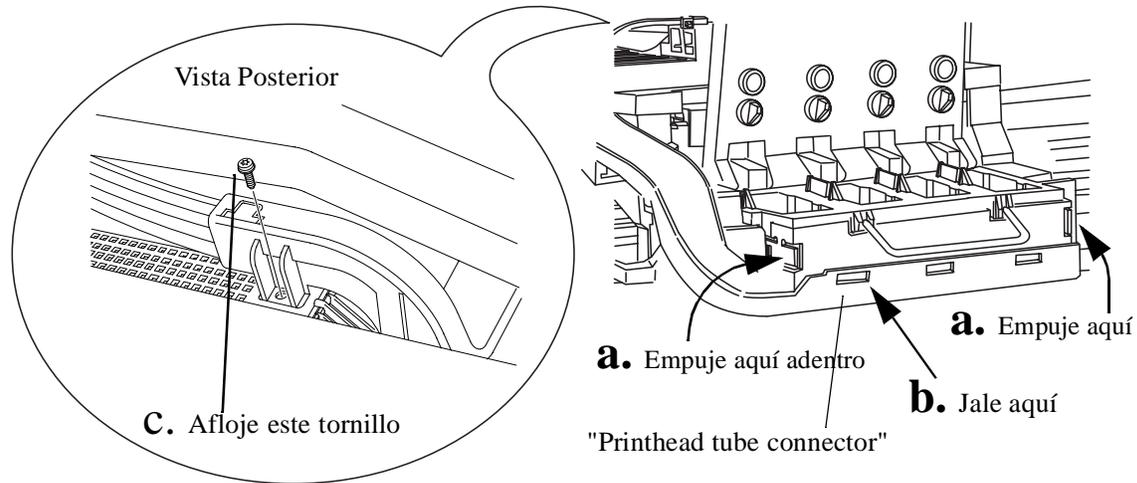

Figura 39: "Cutter Assembly"
Para los pasos 3 y 4, consulte la Figura 39
4. Quite el “printhead tube connector” (consulte a la Figura 39).